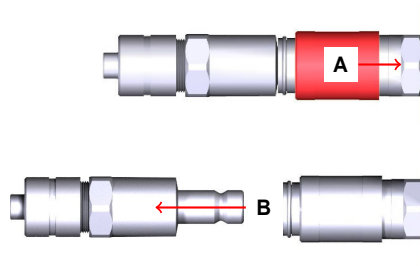

Abbildung 4.8.: Selbstdichtende Kupplung abstecken
- Drücken Sie das Endstück (rot markiert in Abbildung 4.8 auf Seite 23) des selbstdichtenden Blitzanschlusses in Richtung A, ziehen Sie den Kupplungsstecker heraus B und lassen Sie das Endstück sofort wieder los.